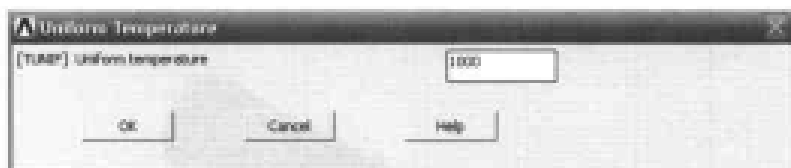

图 11-63 施加均匀温度载荷对话框
(5) 选择 Main Menu | Solution | Define Loads | Apply | Thermal | Temperature | Uniform Temp 命令, 出现 Uniform Temperature 对话框, 在 [TUNIF] Uniform temperature 文本框中输入 1000, 如图 11-63 所示, 单击 OK 按钮关闭该对话框。